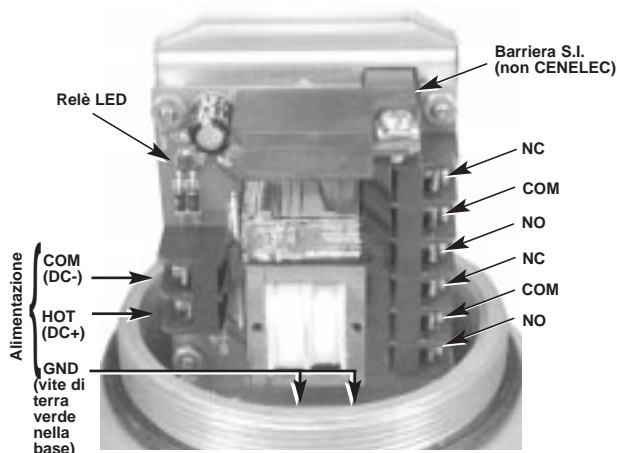

Figura 14
5. Dopo avere completato la messa a terra, collegare i cavi di alimentazione ai morsetti applicabili contrassegnati con AC o DC. Vedere **Figura 14**.
6. a. Collegare i cavi del circuito di controllo ai morsetti dei relè. Vedere **Figura 14**. Assicurarsi che la carica da controllare si trovi all'interno della capacità nominale dei relè.